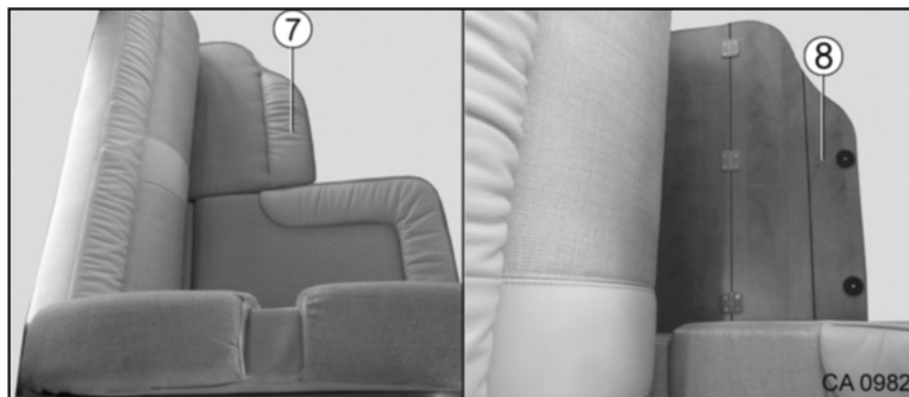

Fig. 21 Transformation de la banquette latérale en siège pour la route
1. Enlever le coussin (Fig. 21/7).
2. Relever le panneau de bois divisé (Fig. 21/8) et le plier.